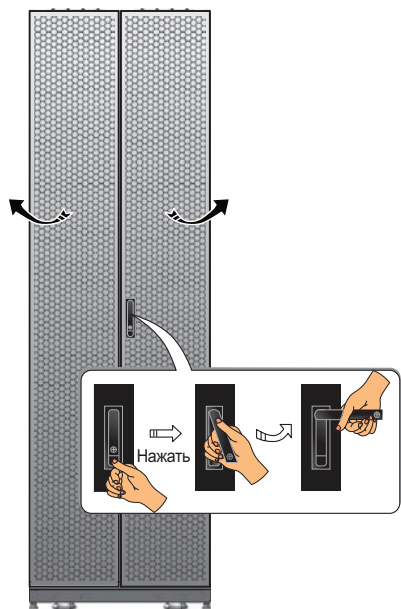
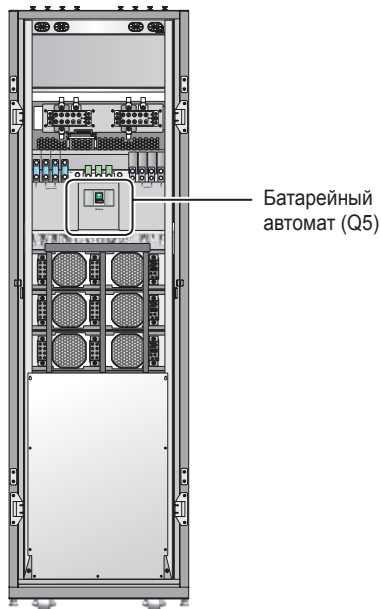

Рис. 2-6. Вид сзади
Рис. 2-7 Вид сзади с открытой дверцей
- **Вид сзади:** отперев и открыв задние дверцы, можно увидеть, что находится в задней части ИБП (см. Рис. 2-6 и Рис. 2-7).